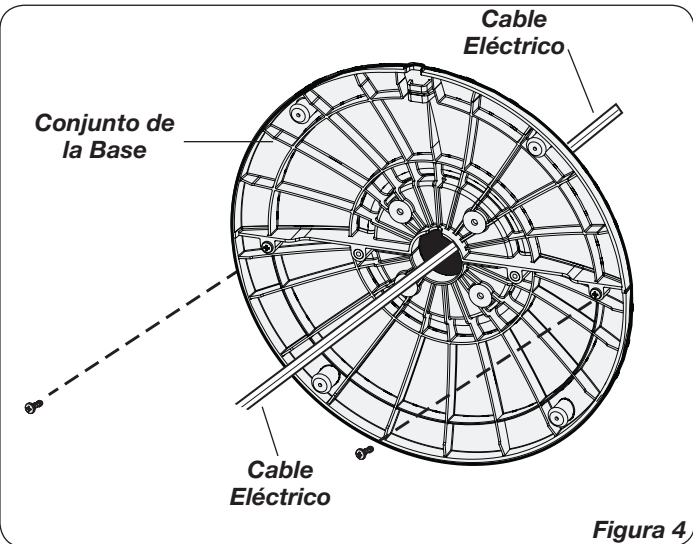

Figura 4
4. Fije las mitades de la base con (2) tornillos M4 X 13 mm. Pase el **Cable Eléctrico** por el gran orificio que se encuentra del **Conjunto de la Base**. **NOTA:** El canal para cable en la parte inferior de la base debe estar hacia la parte posterior del Calefactor. (*Figura 4*)